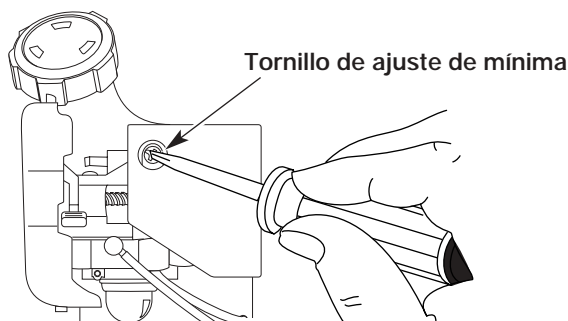

Fig. 66
La velocidad mínima del motor puede ser ajustada. Puede tener acceso al tornillo de ajuste de mínima a través de un orificio en la parte superior de la cubierta del motor (Fig. 66).
2. Suelte el gatillo del regulador y deje que el motor funcione en mínima. Si el motor se para, inserte un destornillador Phillips pequeño o un destornillador de vástago plano en el orificio de la cubierta del motor (Fig. 66). Gire el tornillo de mínima hacia adentro, en sentido horario, de a 1/8 de vuelta por vez (según sea necesario) hasta que el motor funcione en mínima suavemente.